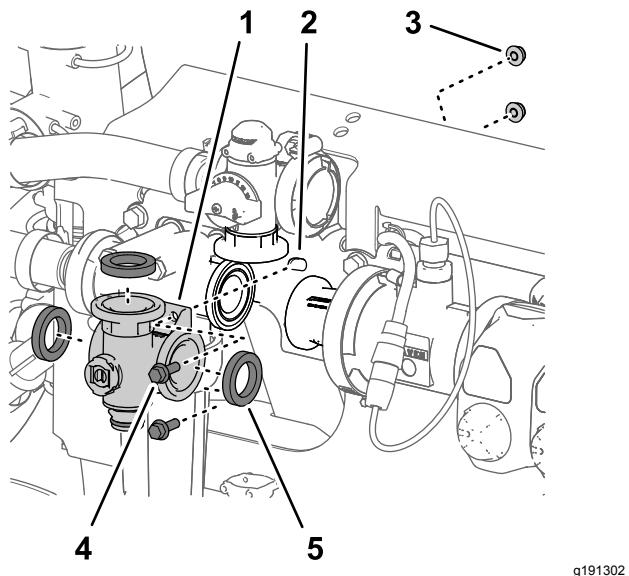
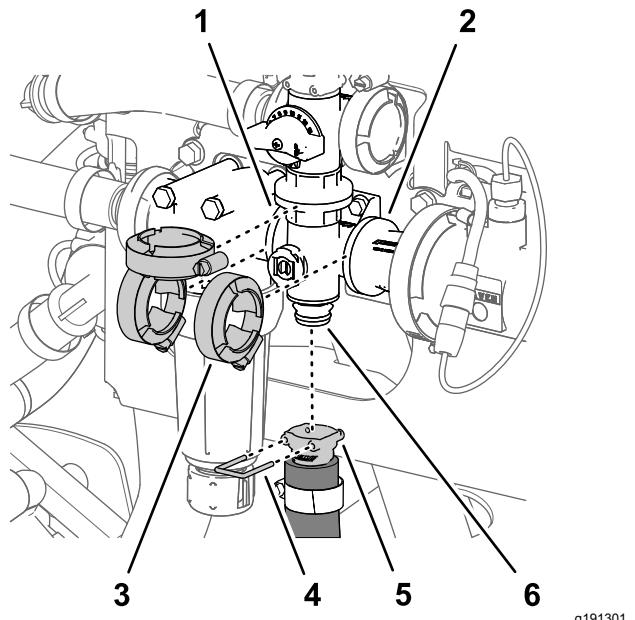

Figura 120
Figura 121
- Alinee la brida del distribuidor de la válvula de agitación y las 3 juntas con las bridas de la válvula de desvío de agitación, la cabeza del filtro de presión, y el adaptador de acoplamiento (Figura 120 y Figura 121).
2. Sujete provisionalmente el colector de la válvula de agitación a la válvula de desvío de agitación, la cabeza del filtro de presión, y el adaptador de acoplamiento (Figura 121) con las 3 bridas de fijación que retiró en Retirada del distribuidor de agitación \(página 84\).
5. Apriete las 3 bridas de fijación a mano (Figura 121).
6. Monte el acoplamiento rápido de la manguera de agitación en el acoplamiento rápido del distribuidor de la válvula de agitación con la grapa (Figura 121).